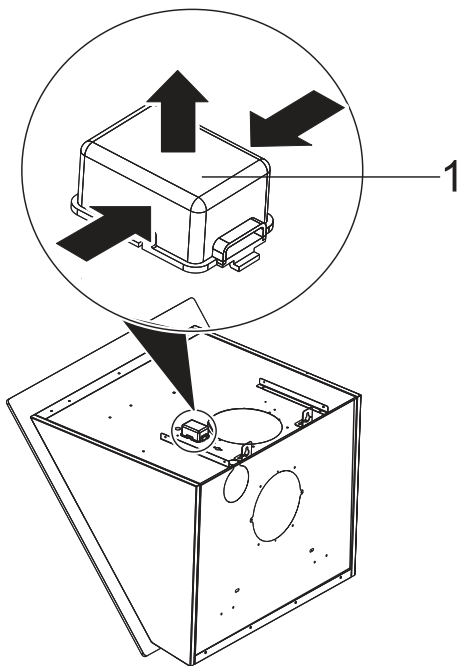

Abb. 16
2. ➤ Drücken Sie den Deckel (Abb. 16/1) an den langen Seiten